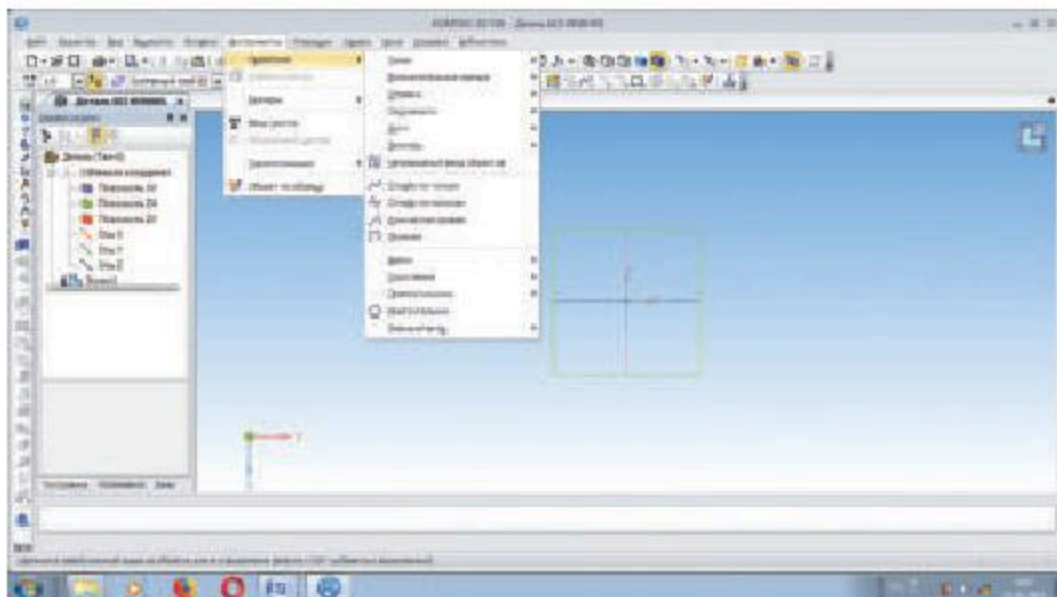
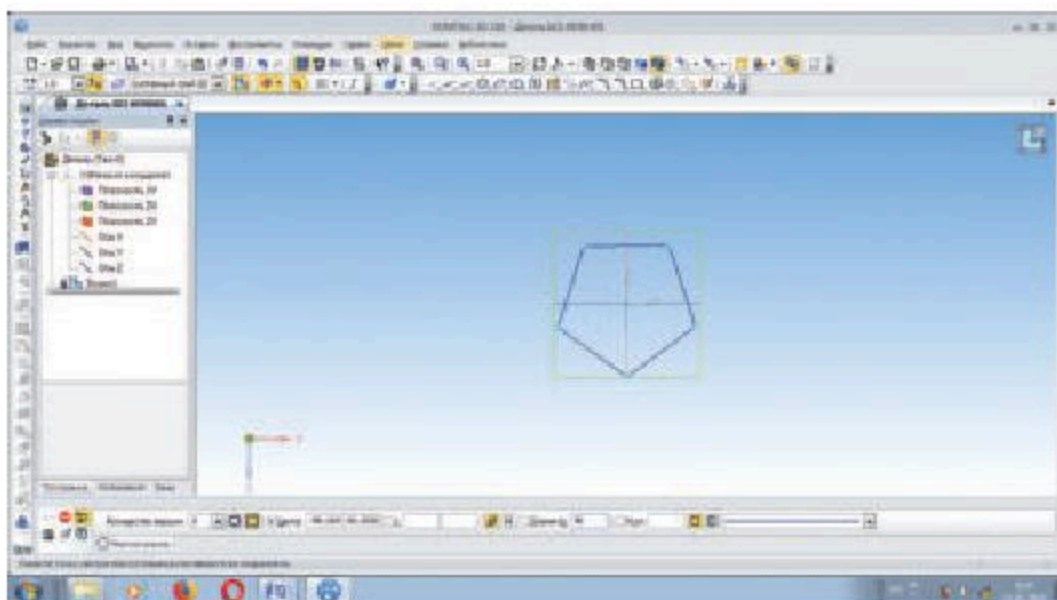

Рис. 17.3
Рис. 17.4
3. Вызвав команду **геометрия** на панели **Инструменты**, с помощью команды **многоугольник** панели инструментов строим правильный пятиугольник (рис. 17.3). Для этого в **Панель свойств** вводим такие параметры: количество вершин — 5, радиус — 20 (рис. 17.4).